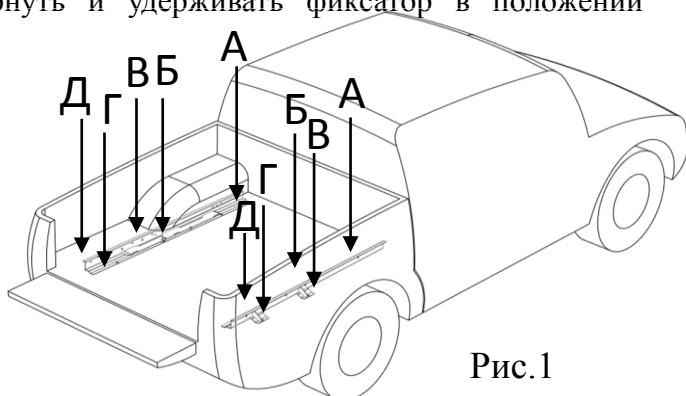

Рис.1
2. Зафиксировав положение роликовых направляющих, выдвинуть платформу и разметить положение центров монтажных отверстий А, Б, В, Г и Д (рис. 1). **Внимание!** Для выдвжения платформы необходимо повернуть и удерживать фиксатор в положении «открыто», как показано на рисунке 3.
- Задвинуть платформу по направляющим, как показано на рисунке 2. При необходимости выровнять положение платформы относительно бортов и затянуть поочередно болты А, Б, В, Г и Д (рис.1), постепенно выдвигая платформу.